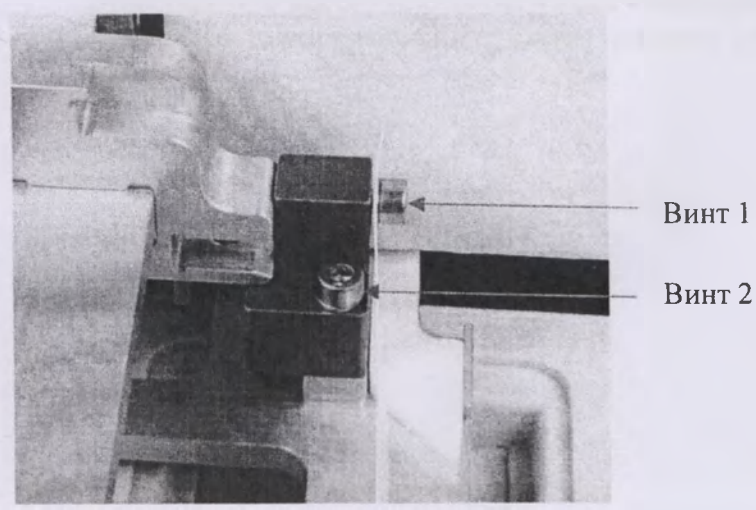

Рисунок 3-6. Транспортный фиксатор неподвижно закреплен
Отвинтите два винта 1 и 2 транспортного фиксатора с помощью отвертки для винтов с шестигранной головкой (Рисунок 3-6), чтобы ослабить направляющий механизм.
1. Удалите винты, транспортный фиксатор и бирку транспортного фиксатора в том месте, где находится винт 1 (рисунок 3-6). Храните бирку для переноски или транспортировки прибора в будущем. Теперь транспортный фиксатор снят.
2. Вначале прикрепите транспортный фиксатор винтом 1 к корпусу насоса. Затем перед завинчиванием винта 2 отрегулируйте высоту механизма насоса и положение подвижной рамки планшетодержателя (рисунок 3-6).